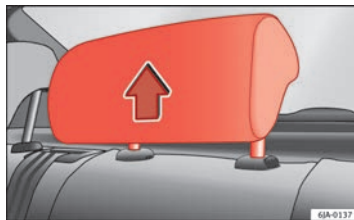

Abb. 5 Kopfstütze in Gebrauchsstellung
- Drei **Gebrauchsstellungen** ⇒ Abb. 5. In diesen Positionen verhält sich die Kopfstütze wie eine konventionelle Kopfstütze, und schützt die hinteren Insassen in Verbindung mit dem Sicherheitsgurt.